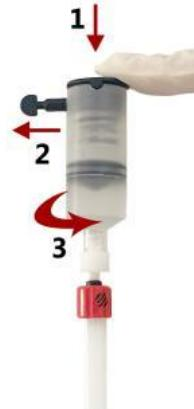

图 1
- 1) 按下弹簧盖，图 1 步骤 1。
- 2) 拔出锁定销，图 1 步骤 2。
- 3) 取下弹簧盖，将保护柱与预装柱的接头断开连接，图 1 步骤 3。